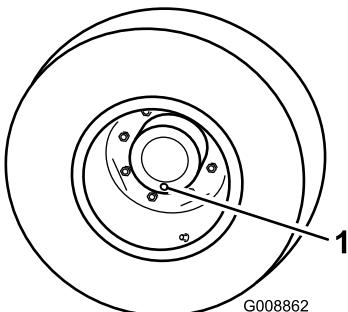

Figura 42
- Con la máquina en una superficie nivelada, coloque la rueda de manera que el tapón de verificación/drenaje (Figura 42) esté en la posición de las 6.